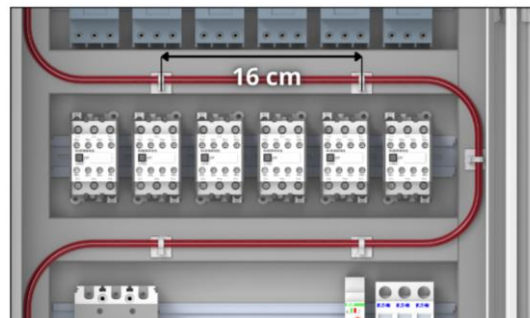

Figura 7 – Distancia máx. entre grampas.
1. Asegure el tubo de detección usando grampas de montaje a intervalos no mayores a 16 cm (Ver Figura 7), en caso no ser posible utilizar precintos, u otro cualquier elemento que no lastime el uso, ni estrangule el tubo de detección DRAGOMATIC®.